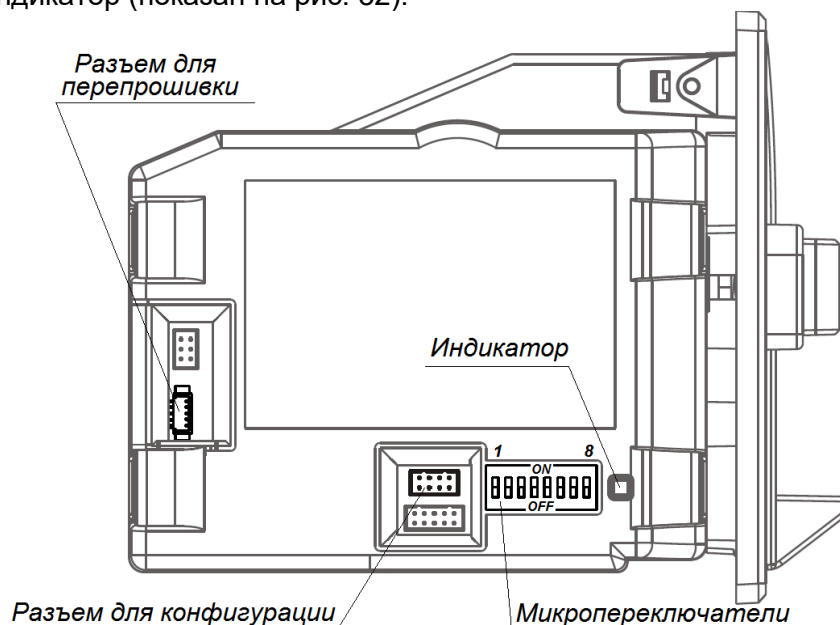

Рисунок 32. Расположение разъемов
1. Подключите монетоприемник к COM-порту ПК при помощи кабеля **WEL-R7U06** (имеется в комплекте поставки), разъем для подключения расположен на боковой панели монетоприемника (см. рис. 32).
2. Подайте питание на монетоприемник (контакты 1 и 2 клеммной колодки **XTU4**, см. рис. 23). Загорится индикатор (показан на рис. 32).
9. Проверьте положение микропереключателей на боковой крышке монетоприемника (см. рис. 32):